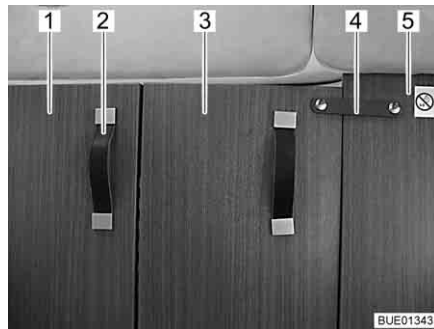

Fig. 52 Separación de la cabina del conductor, cerrada
- Tirar de la separación de la cabina del conductor (Fig. 52,1) con el asidero (Fig. 52,2) completamente hacia atrás.
- Fijar la parte plegable de la separación de la cabina del conductor (Fig. 52,3) con la cinta de seguridad (Fig. 52,4) en la pared intermedia fija (Fig. 52,5), por detrás del asiento del acompañante.